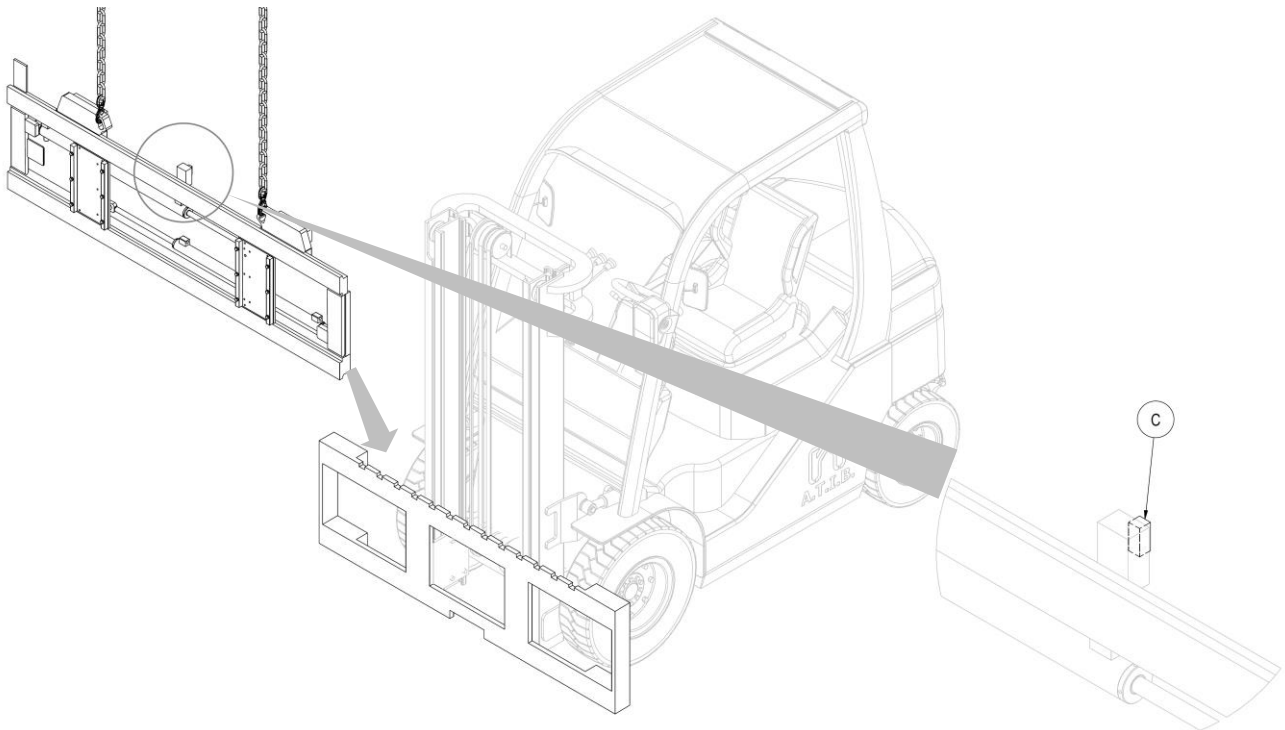

Figura 4
6. Agganciare quindi l'attrezzatura dai dai punti presa superiori e con un carroponete o un paranco di portata sufficiente posizionarla sulla piastra porta forche, avendo cura di incastrare il dente di centraggio **C** nella tacca centrale della stessa (vedi *Figura 4*).